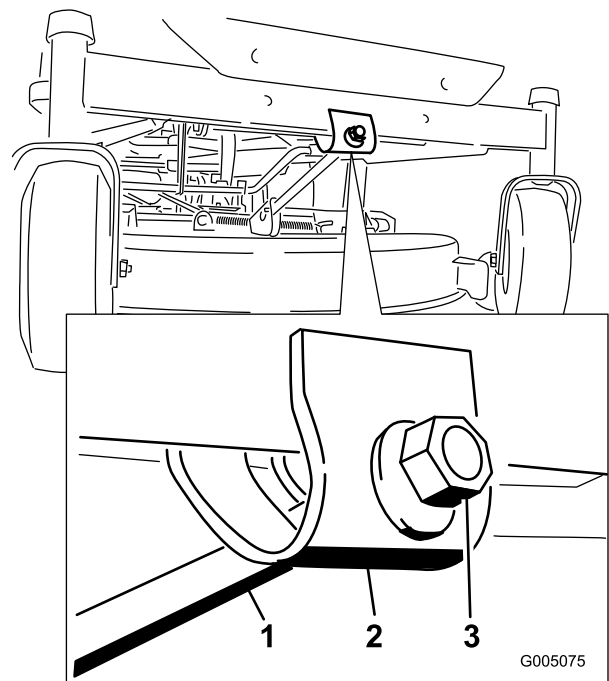

Bild 44
7. Drehen Sie für das Einstellen der Schnittmesserneigung in Längsrichtung die Einstellmutter vorne am Mähwerk (Bild 44).